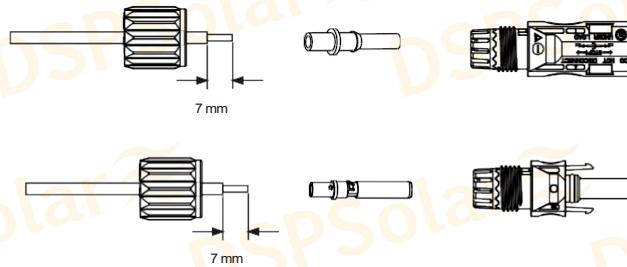

Imagen 3.3 Desmonte la tuerca de sombrerete del conector
a) Pele el cable de CC unos 7 mm y desmonte la tuerca de la tapa del conector (véase la imagen 3.3).